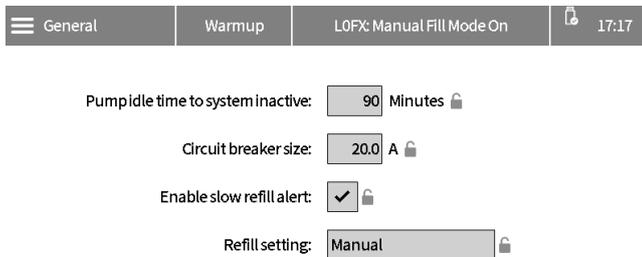

FIG. 26: Ajuste de rellenado manual
1. Cambie el ajuste de rellenado a manual en el ADM. Consulte la FIG. 26.
- a. Reduzca la presión de aire de la bomba (505) a 0.
- b. Cierre la válvula de purga de aire (62).
3. Ponga el ajuste de rellenado en **manual**. Consulte la FIG. 26.